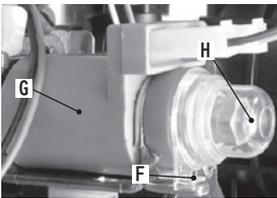

图 7.3
- 取下调节开关（图 7.3 中的 G）的保护盖“H”，顺时针转动使其离开停止位置“F”，用一字螺丝刀将其抬高凹槽。
- 取下保护盖“H”（图 7.3）。